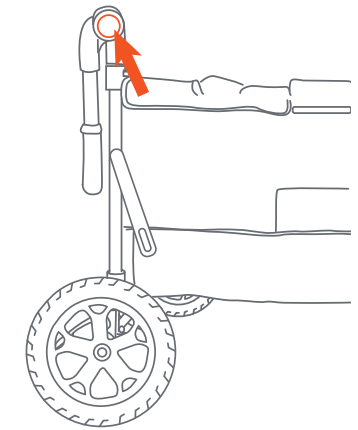
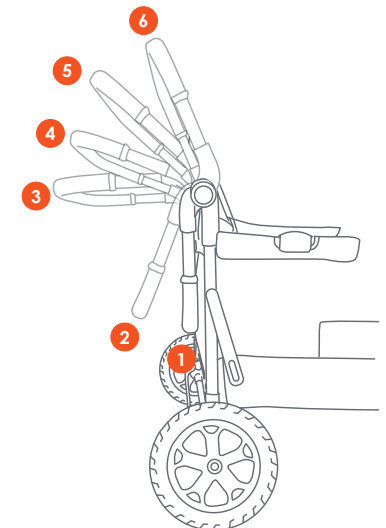

Fig. 9a
Fig. 9b
- 9) • **TO USE THE HANDLES:** • There are 6 handle positions (Fig. 9b).
- Press both the adjustment buttons on the sides on the handles (Fig. 9a).
- Move the handle up from the store away position (Fig. 9a) to the desired position (Fig. 9b).
- **PARA UTILIZAR LOS MANIJAS:** • Hay 6 posiciones de manija (Fig. 9b).
- Presione ambos botones de ajuste ubicados en los lados de las manijas (Fig. 9a).
- Mueva la manija hacia arriba desde la posición de almacenamiento (Fig. 9a) a la posición deseada (Fig. 9b).